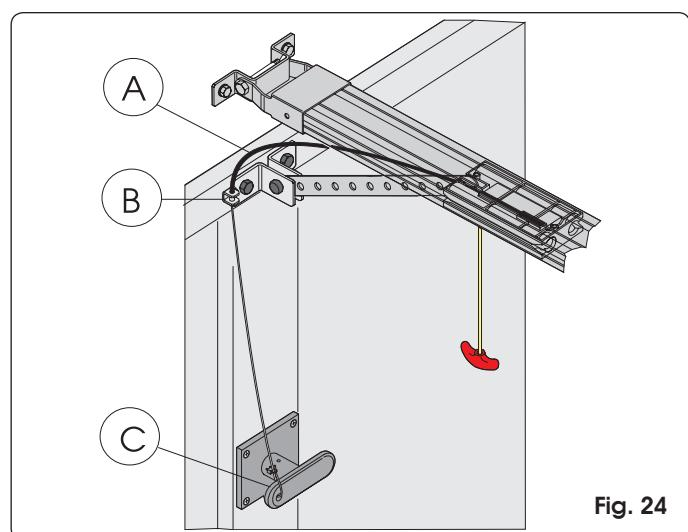

Fig. 24
- 1) Corte a medida la vaina del cable (Fig. 24 ref. A).
- 2) Introduzca el cable en la vaina y páselo por el ojal del empalme en la puerta (Fig. 24 ref. B).
- 3) Corte a medida el cable y ensámbelos con la palanca interna de la manilla de desbloqueo (Fig. 24 ref. C).